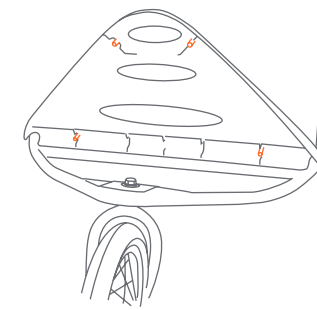

Fig. 5a
- 5) • Examine la parte inferior del guardabarros delantero. Notará cuatro tubos plásticos de ¼ pulgada de diámetro que sobresalen de la parte inferior (Fig. 5a).